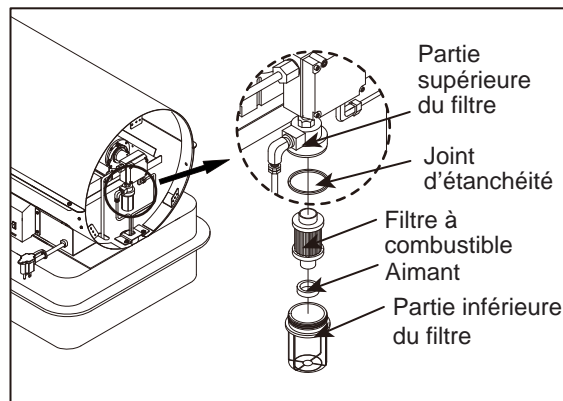

Figure 15. Filtre de la pompe à carburant
- Déposer le filtre à carburant, le joint d'étanchéité, l'aimant de la partie inférieure du filtre (voir la Figure 15).